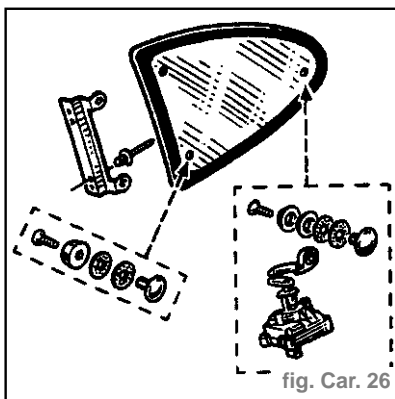

fig. Car. 26
- Lors du remontage, respecter l'emplacement de chaque élément (fig. Car. 26).